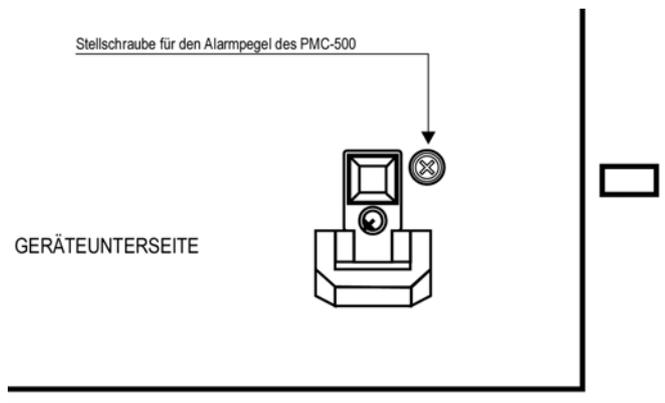

Abbildung 2: Position der Stellschraube
**Hinweis:** In bestimmten Installationsumgebungen kann es wünschenswert sein, den Ausgabepiegel noch stärker abzusenken. Zu diesem Zweck ist eine Stellschraube vorhanden, die sich neben dem linken Gerätefuß auf der Unterseite des PMC-500 befindet (siehe Abbildung 2).